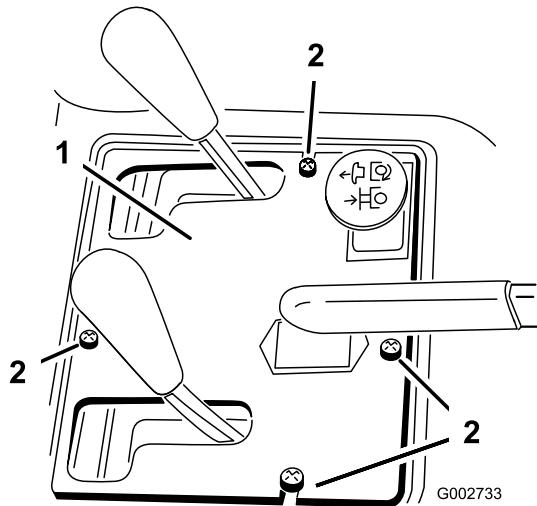

Рисунок 38
2. Снимите 4 винта, которые крепят панель управления к раме (Рисунок 38).